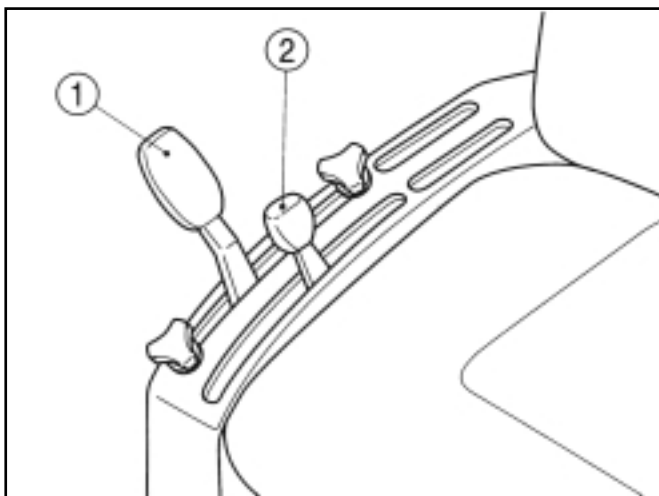

FIG. 58 / ABB. 58 / FIG. 58
Conduisez le tracteur en marche arrière vers l'accessoire et centrez le tracteur par rapport au cadre de l'attelage. Mettez le levier de commande de traction (2) dans la Fig. 58 (si monté) dans la position complètement abaissée puisqu'il ne sera pas utilisé.
Den Traktor rückwärts an das Anbaugerät heranfahren und mit dem Anbaugestänge des Geräts ausrichten. Den Zugregelungshebel (2) in Abb. 58 (falls vorhanden) ganz nach vorn drücken, da er nicht verwendet wird.
Rij de tractor achteruit naar de aan te brengen werktuigen toe, waarbij u de tractor centreert met het kader voor de hefinrichting. Breng de hendel voor de regeling van de trekkracht (2) in Fig.58 (als hij geplaatst is), volledig naar beneden, aangezien deze hendel niet gebruikt wordt.